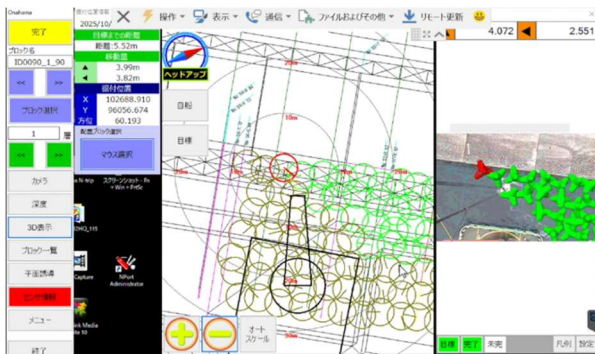

図2 クレーン作業支援システム (右側:AR画面)
- ② クレーン作業支援システム：当システムはクレーン操作者が GNSS と連動して AR (拡張現実) 画面に表示される据付位置やブロックの姿勢を確認しながら据付作業を行うものである。施工時には①のシステムでシミュレーションした、各ブロックの位置座標データを元に表示される据付位置に誘導した (図 2)。これにより、潜水士による事前測量や据付指示などの潜水作業を削減した。